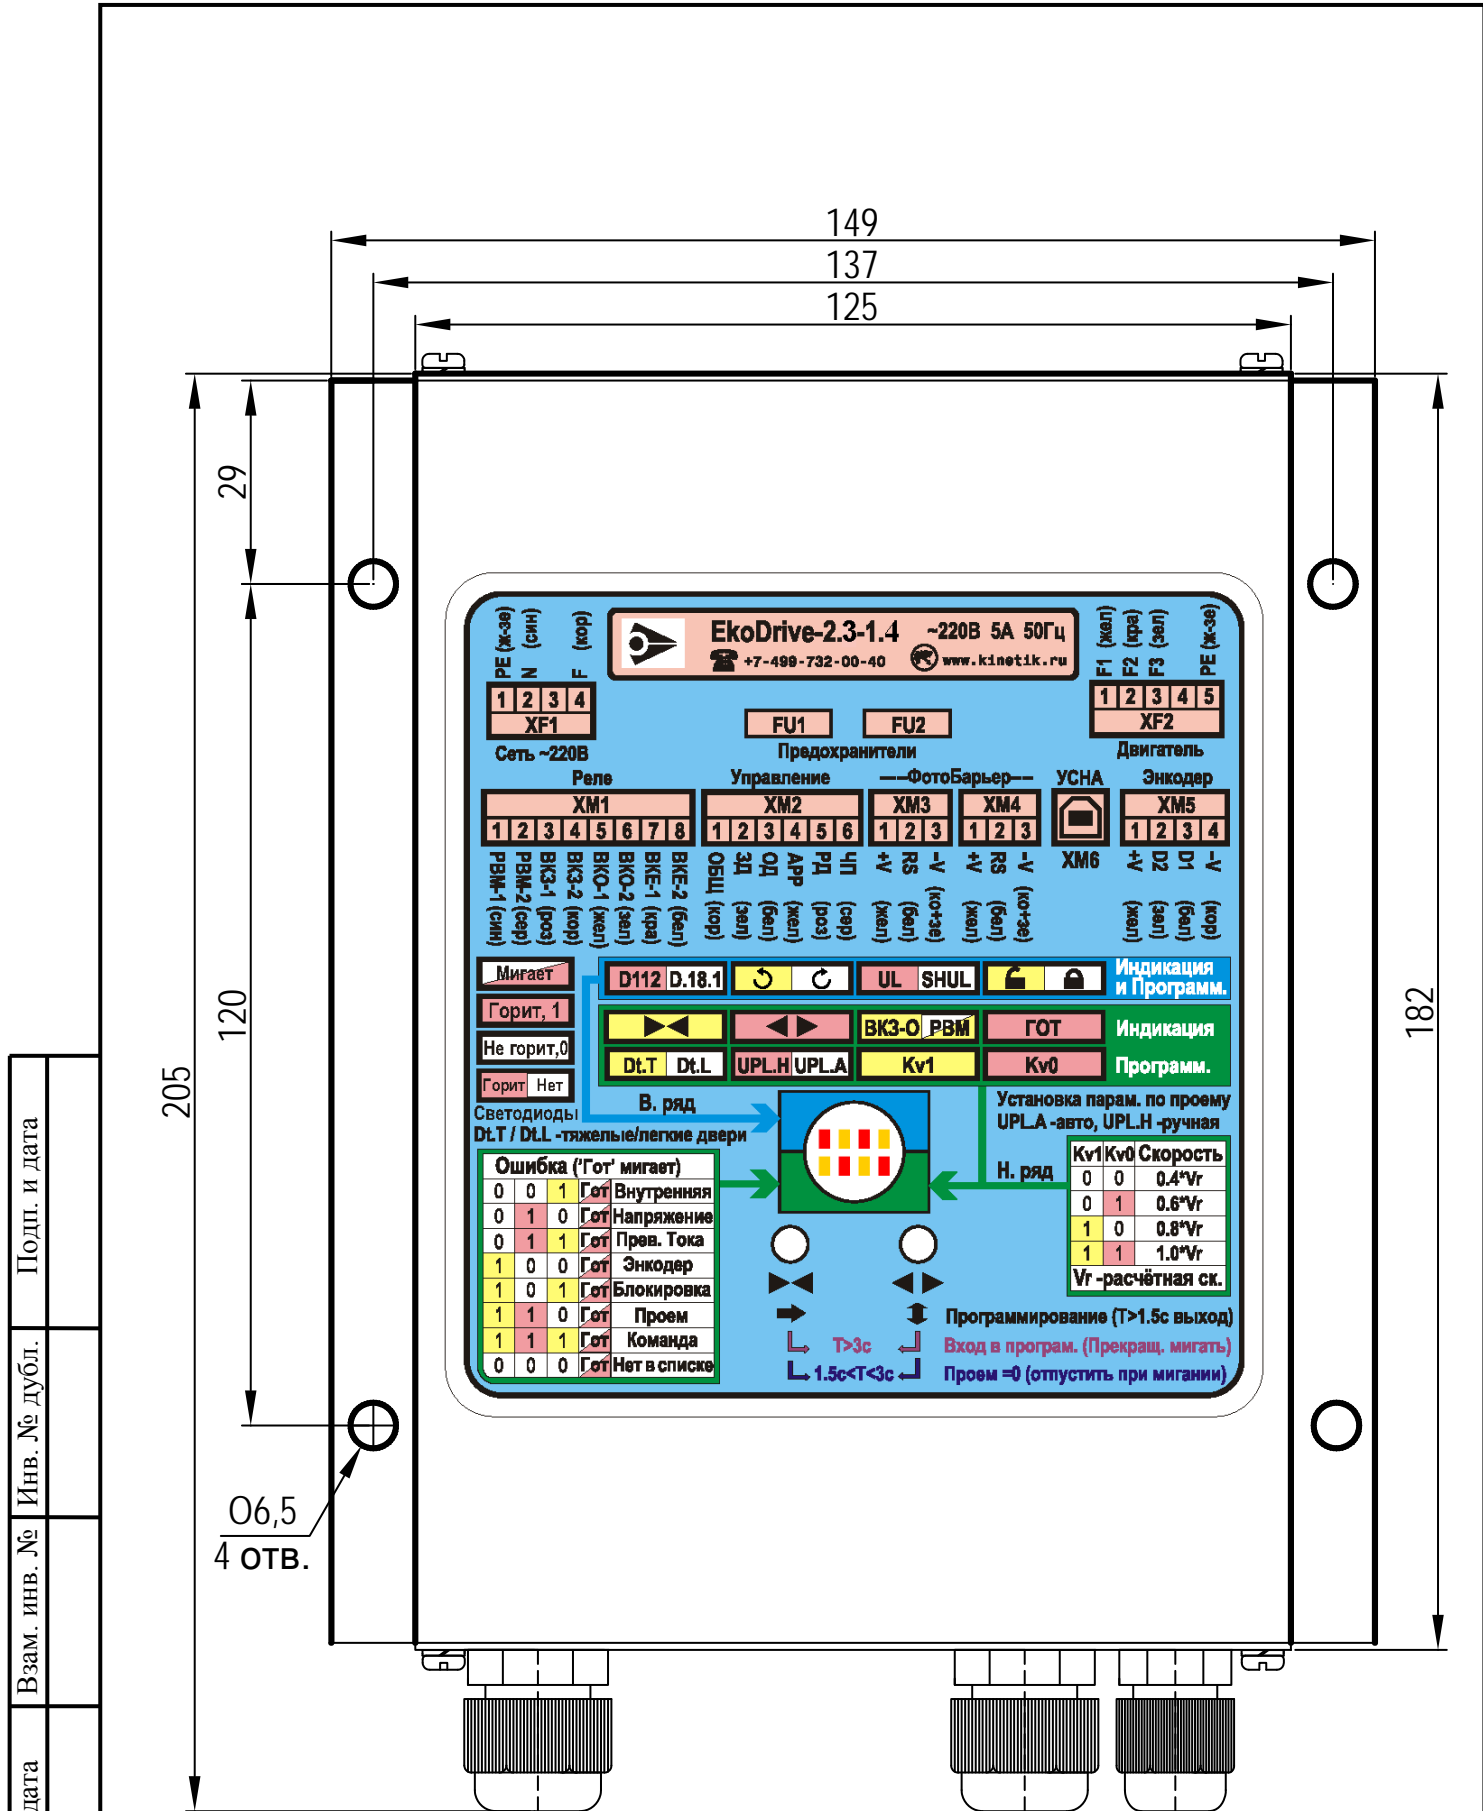

Рис.1. Габаритно-присоединительные размеры Устройства.
Габаритно-присоединительные размеры *Устройства* приведены на **рис.1**.
| Инв. № подл. | Подп. и дата | Взам. инв. № | Инв. № дубл. | Подп. и дата | Габаритно-присоединительные размеры Устройства приведены на рис.1 . | ЕМРЦ.421243.078-24 РЭ | Лист | | | | | | | | | | | | |
3.5.2. Панель управления расположена на лицевой грани *Устройства* – там же, где наклейка с описанием органов и разъемов управления (рис.1, 3). Наклейка охватывает окно с 8 светодиодами под ним и 2 кнопки для управления.